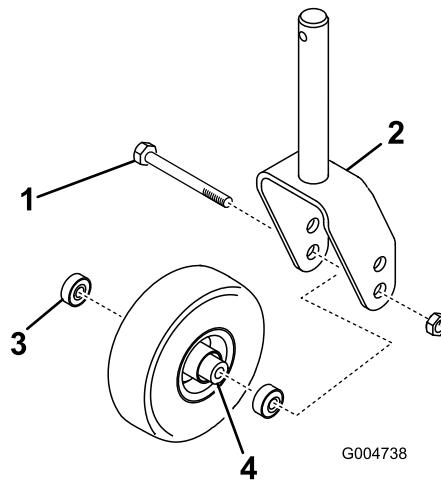

図 28
1. キャスター・ホイール・アセンブリをキャスター・フォークの間に保持しているボルトのロックナット(図28)を外す。キャスター・ホイールをつかんでおいて、ボルトをフォークまたはピボットアームから抜き取る。
2. ホイールのハブからベアリングを外して、ベアリング・スペーサーを床に落とす(図28)。ホイールハブの反対側にあるベアリングを取る。